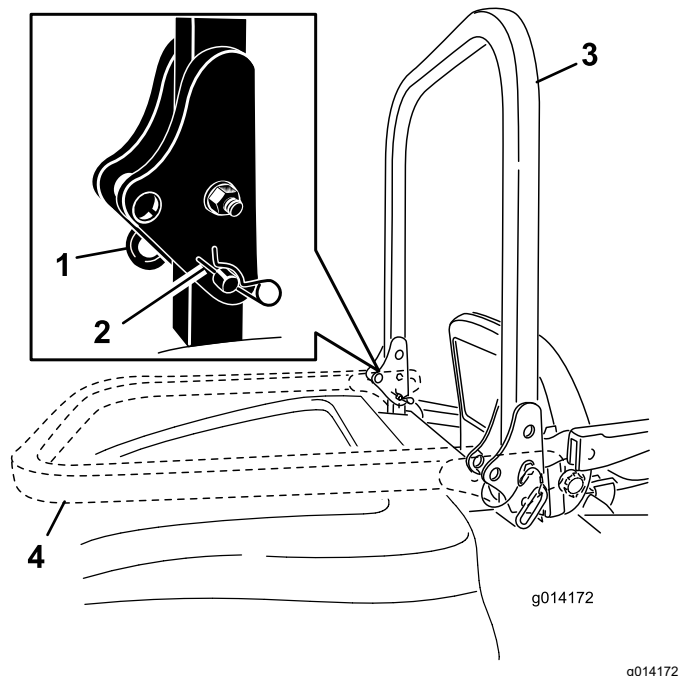

图 20
2. 卸下 2 个发卡销和 2 个柱销图 20。
3. 将翻车保护杆升起至直立位置图 20。
4. 用 2 个柱销和 2 个发卡销固定翻车保护杆图 20。
1. 卸下发卡销将翻车保护杆向前推到顶住弹簧然后卸下 2 个柱销图 20。
2. 将翻车保护杆放低到向下位置图 20。
- 将 2 个柱销装入枢轴板并用 2 个发卡销固定柱销 图 20。